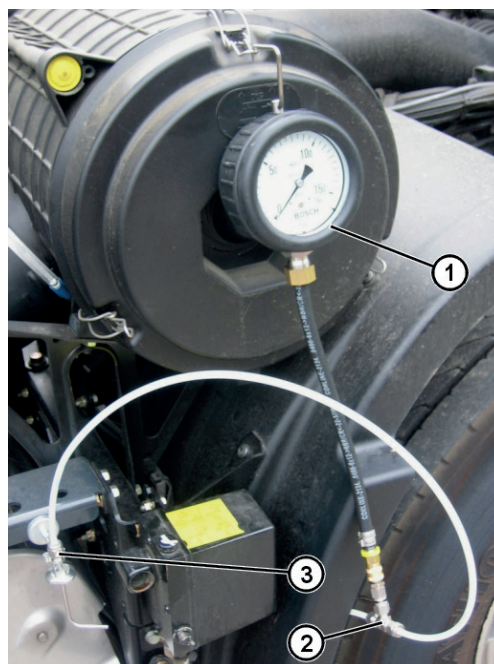

Fig. 5: Comprobación del circuito del aire con manómetro
3. Conectar el manómetro 0 kPa – 160 kPa (Fig. 5, Pos. 1) a la pieza en T (Fig. 5, Pos. 2) y fijarlo en el vehículo de forma segura.
4. Conectar el cabezal pulverizador de comprobación (Fig. 5, Pos. 3) (estrangulador de medición) mediante la segunda tubería de presión de comprobación a la pieza en T y fijarlo en un lugar apropiado del vehículo con el soporte magnético.